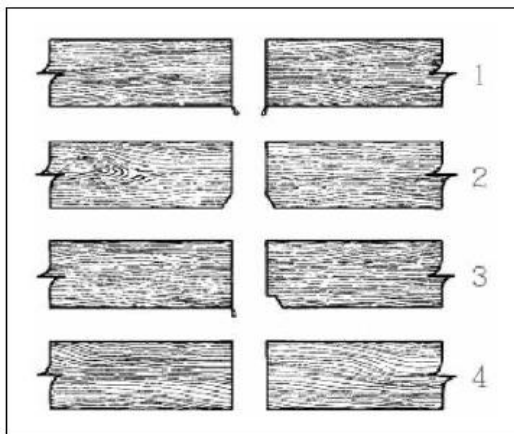

Bild. 15
För att få ett snyggt snitt utan att flisa materialtes sågkant är det nödvändigt att ritsklingan är perfekt anpassad till huvudsågklingan. För justering i tvärriktningen, vrid in handtaget (6) riktningen för omkopplaren för vänster och det andra sättet för justeringar till höger. Efter att ha uppnått detta, lås låshandtaget (8). Ritsklingan är en klinga i två delar med skimsbrickor i olika tjocklekar för att justera beroende på huvudklingans tjocklek. Ritsklingan ska ha samma tjocklek som huvudklingan , provsåga tills du får ett perfekt resultat. (Bild. 15 och 16).